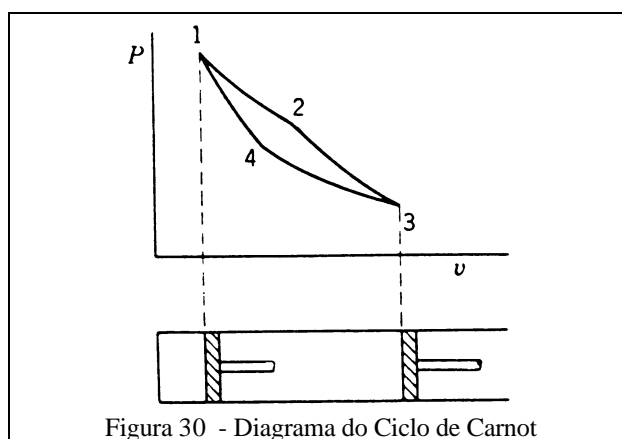

Figura 30 - Diagrama do Ciclo de Carnot
- 41 = expansão adiabática (Figura 30)